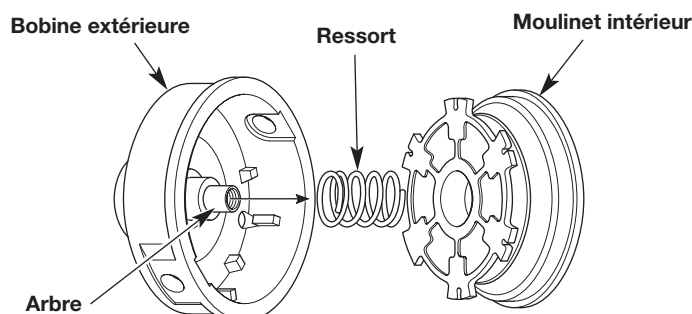

Fig. 12
3. Retirez le moulinet de la bobine extérieure (Fig. 12).
4. Retirez le ressort du moulinet (Fig. 12).